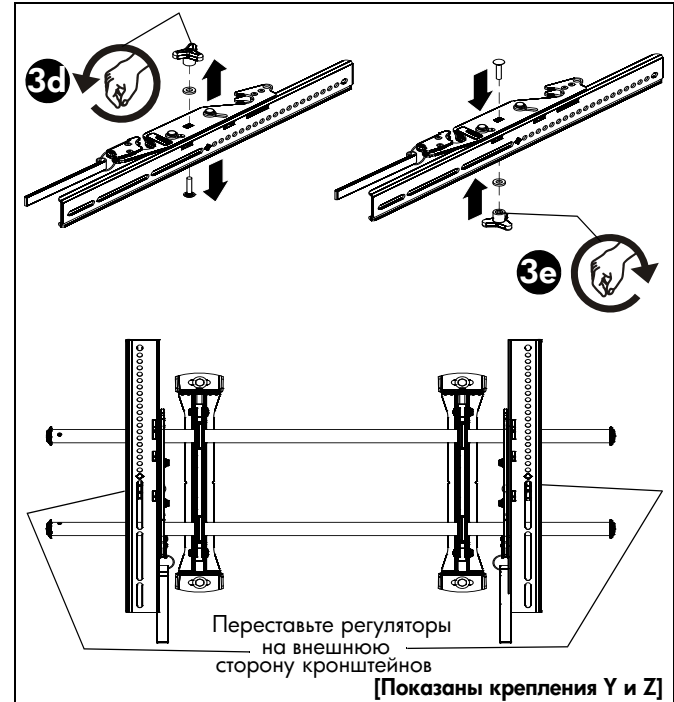

рис. 6
3. Если необходимо поменять местами соединительные кронштейны, измените положение регуляторов наклона на соединительных кронштейнах (Y и Z). (См. рис. 6)